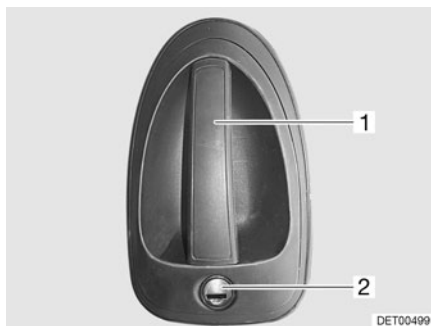

Fig. 28 Cerradura de la trampilla trasera, en el exterior
- Introducir la llave en el cilindro de cierre (Fig. 28,2) y girarla hasta que esté desbloqueada la cerradura de la trampilla.
- Tirar del tirador (Fig. 28,1). La trampilla trasera está abierta.
- Introducir la llave en el cilindro de cierre (Fig. 28,2) y girarla hasta que esté bloqueada la cerradura de la trampilla.